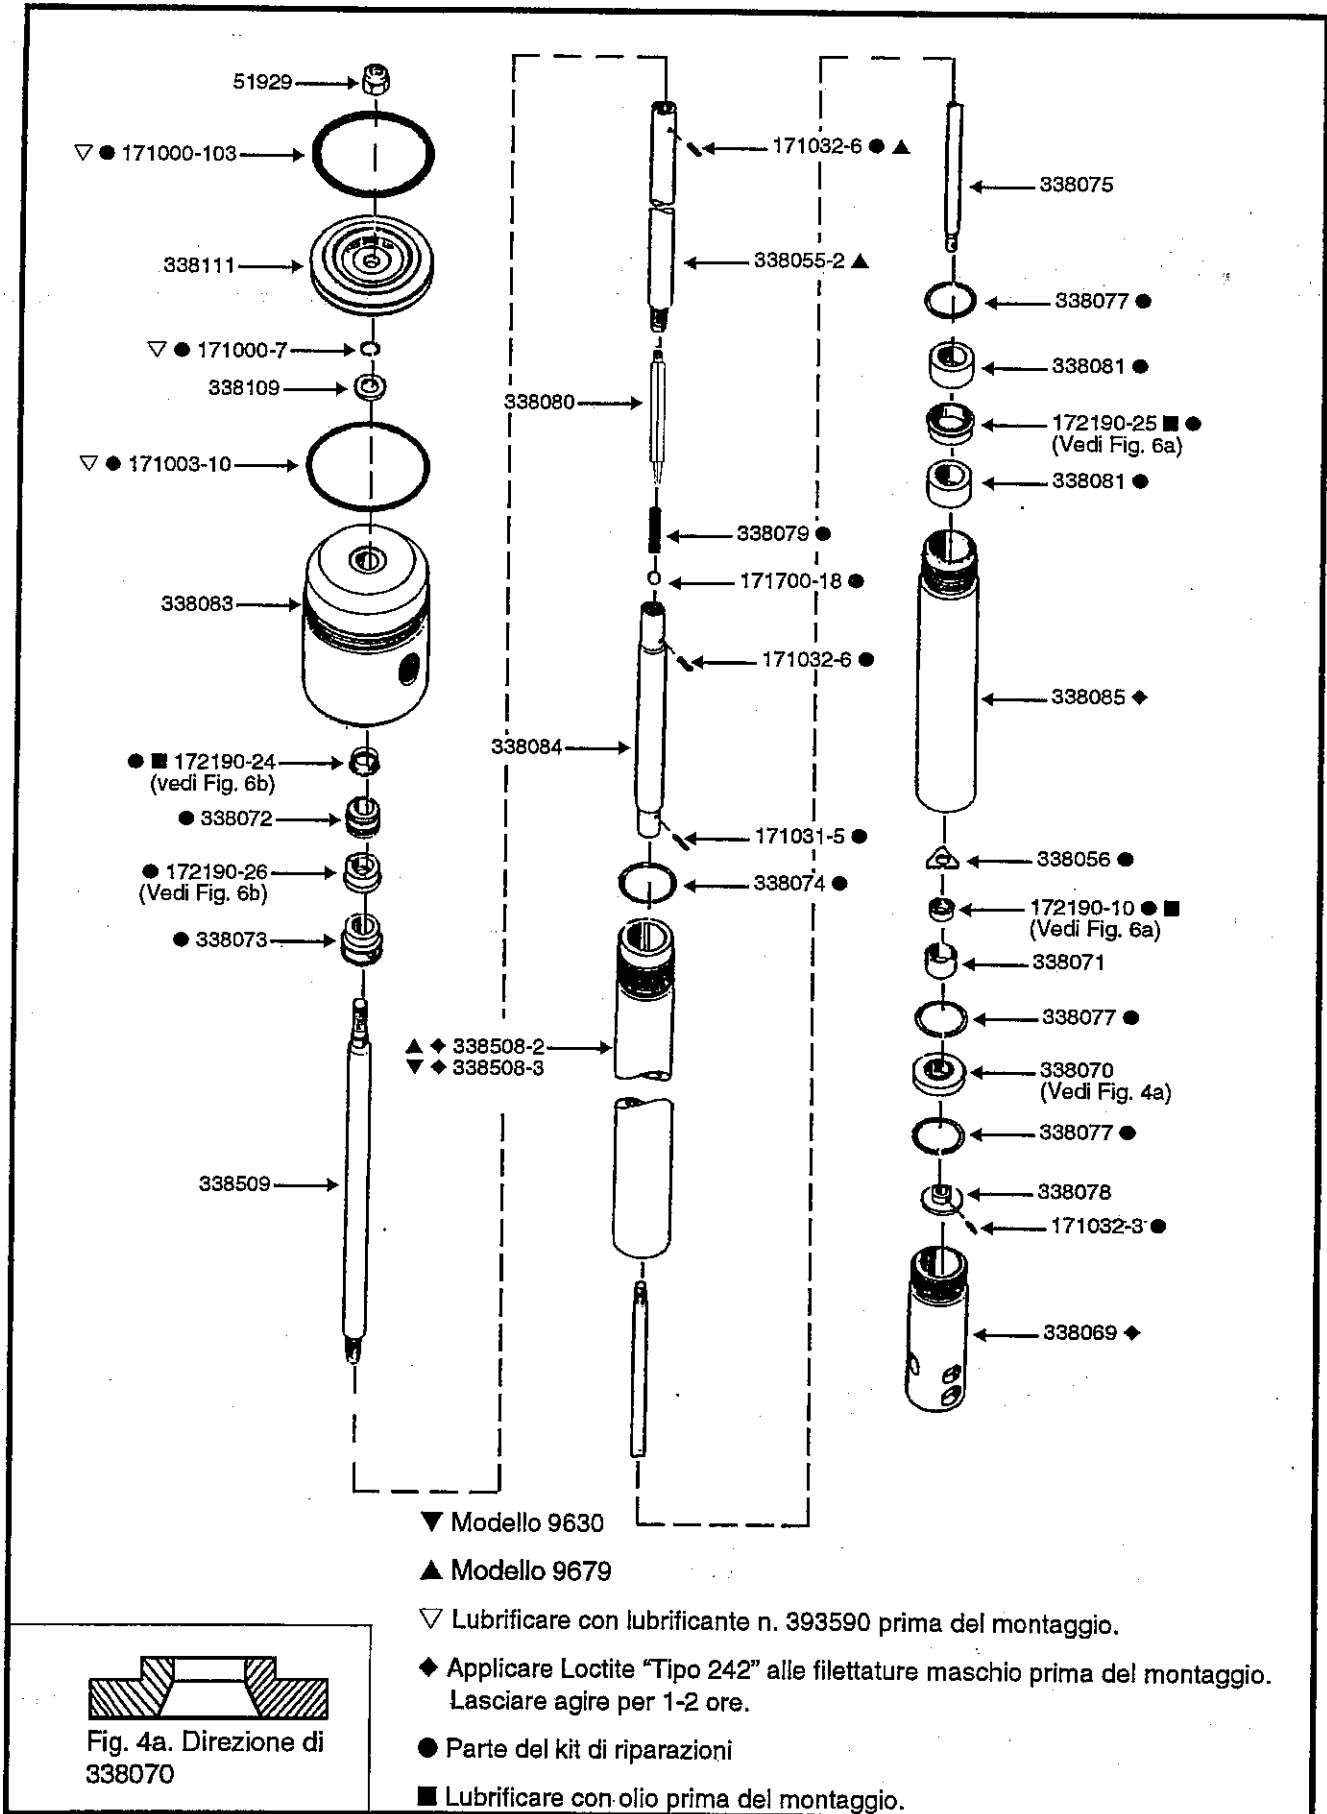

Figura 4: Gruppo tubo/pompa
(Figura 4)
4. Rimuovere il dado di bloccaggio 51929 dall'asta superiore 338107 (Figura 4).